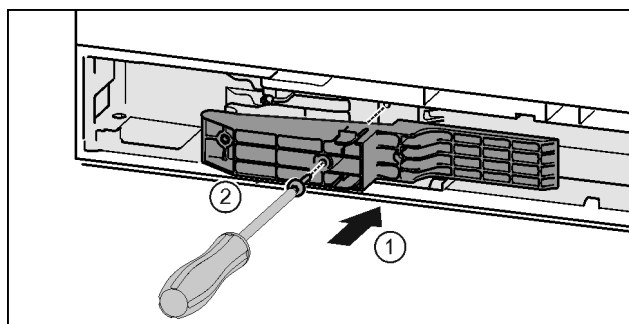

Fig. 45 *
- ▶ Insertar la pieza adaptadora en la escotadura del lado del tirador. *Fig. 45 (1)**
- ▶ Apretar los tornillos con el destornillador T15. *Fig. 45 (2)**